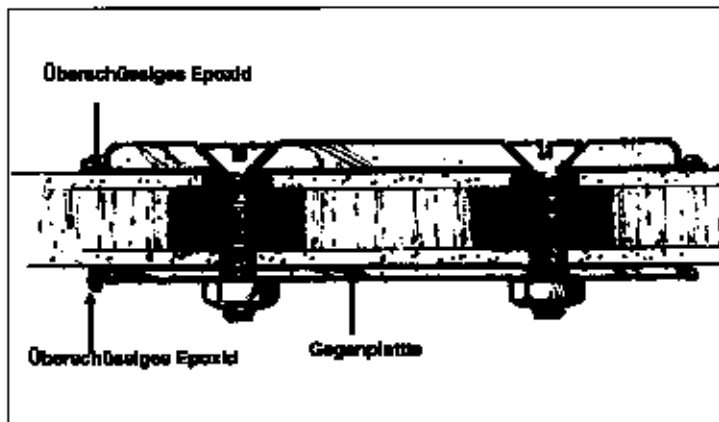

Abb. 6-3 Ziehen Sie die Muttern an, bis Epoxidharz unter dem Beschlag und der Gegenplatte herausquillt.
10. Die Gegenplatte wird nun über die Schrauben geschoben. Die Schrauben werden angezogen, bis das Epoxidharz unter Beschlag und Gegenplatte hervorquillt (Abb. 6-3). Die Muttern sollen nicht übermäßig stark angezogen werden. Überschüssiges Harz kann mit einem Mixstab abgestrichen werden. Klebestreifen und Folie werden entfernt. Nach mindestens 24 Stunden Härungszeit (bei kaltem Wetter auch mehr) werden die Muttern fest angezogen.